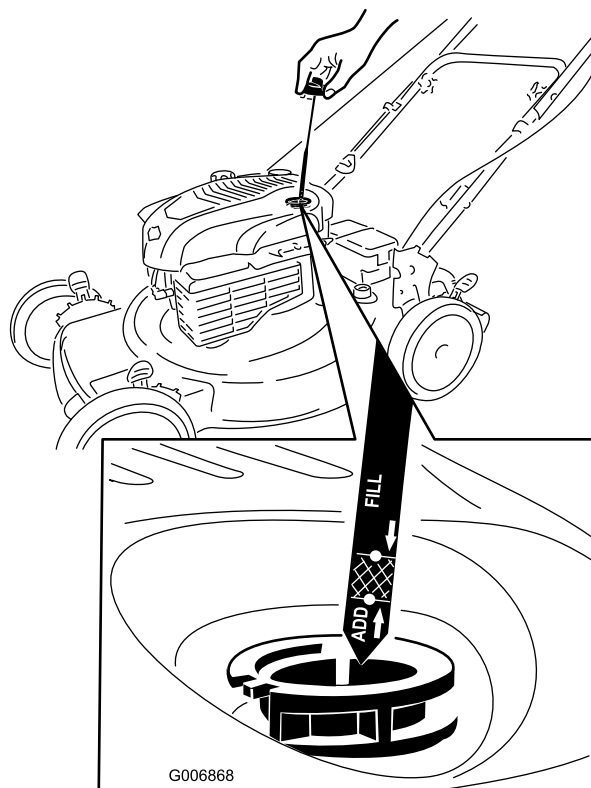

Figura 30
2. Retire la varilla (Figura 30).
4. Vierta **lentamente** aceite en el tubo de llenado hasta que el nivel llegue a la marca "**Full**" (lleno) de la varilla (Figura 30). **No llene demasiado.** (Capacidad máxima: 0,59 l (20 onzas), tipo: SAE 30W, aceite detergente con clasificación de servicio API SF, SG, SH, SJ, SL o superior.)